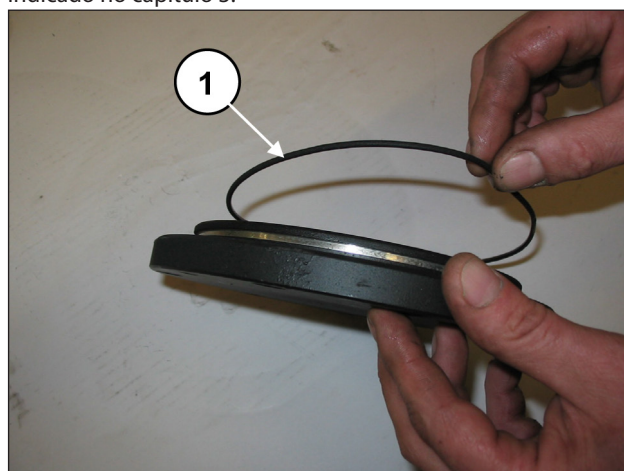
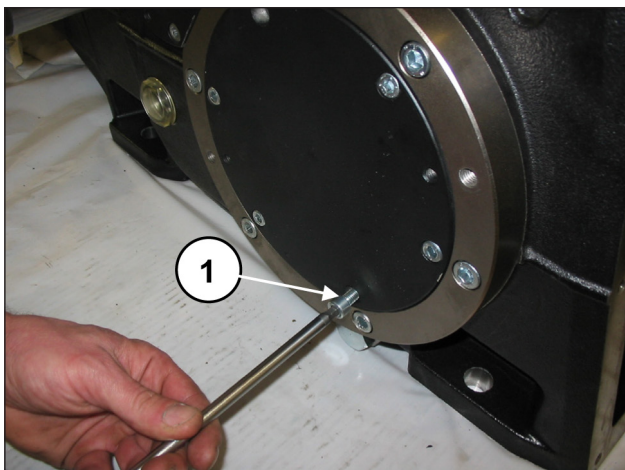

Fig. 90
Fig. 91
Remova a espessura anti-rotação sob o fuste da haste central. Monte as duas coberturas do rolamento (com os respectivos O-ring) (pos. ①, Fig. 90) com 6+6 parafusos M8x20 (pos. ①, Fig. 91).